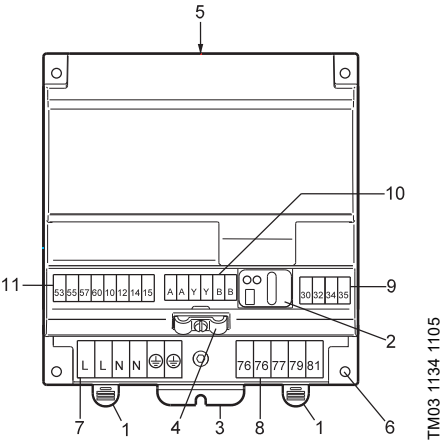

Fig. 1 IO 351 A
Varianța (A sau B) este indicată pe plăcuța de identificare de pe spate. De asemenea, se poate identifica și după numărul blocurilor de borne. IO 351 A are cinci blocuri de borne, IO 351 B are opt, vezi fig. 1 și 2.
- Construcția modulului asigură un bun contact electric la șina DIN. Șina DIN trebuie să aibă o bună conexiune cu legătura la pământ. Dacă modulul este montat fără o șină DIN prin intermediul celor patru orificii de montaj (poz. 6), atunci trebuie să existe o legătură la.. prin.. (poz. 3). Vezi fig. 1 sau 2.